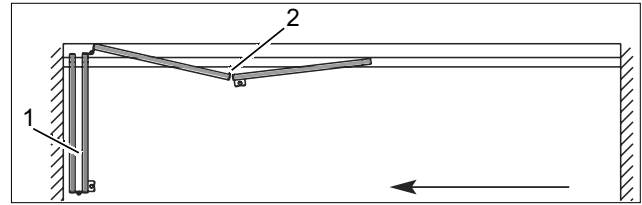

Abb. 14 Inneres Flügelpaar gefaltet – FSW EASY Safe
→ Das innere Flügelpaar ist gefaltet (Abb. 14/1).
4. Äußeres Flügelpaar (Abb. 14/2) vorsichtig öffnen und zusammenfalten. Flügel beim Schieben festhalten.